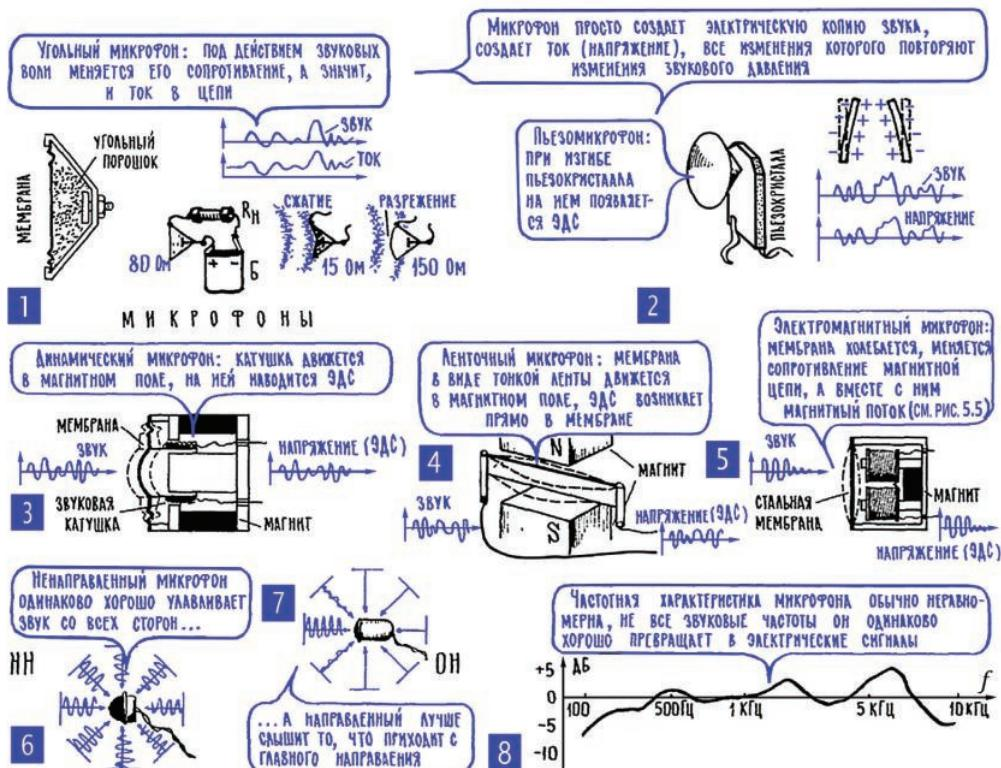

Рис. 8.3. Микрофон
**3. Микрофон создает электрическую копию звукового сигнала.** Самый простой и самый распространенный способ перевода звука на электрический язык – это создание точной электрической копии звукового сигнала, создание такого переменного тока или такого переменного напряжения, которые следовали бы за всеми изменениями звукового давления (рис. 8.3). Такое преобразование как раз и осуществляет микрофон.
Существует несколько разных типов микрофонов, все они решают одну и ту же задачу, но используют при этом разные физические процессы. Основа угольного микрофона (рис. 8.3; 1) – мелкий угольный порошок. Под действием звуковых волн частички порошка то сближаются, то, наоборот, несколько отходят друг от друга. При этом меняется сопротивление порошка и ток в цепи, в которую включен микрофон. Для включения угольного микрофона могут понадобиться источник постоянного тока и элемент, который сможет отделить постоянный ток от переменного, появившегося под действием звуковых колебаний. Роль такого разделителя прекрасно выполняет трансформатор (постоянная составляющая просто не создает напряжения во вторичной обмотке), который одновременно, если нужно, может повысить переменное напряжение.
В пьезоэлектрическом микрофоне под действием звуковых волн несколько деформируется пьезокристалл и создает при этом электрическую копию звука (рис. 8.3; 2). В динамическом микрофоне напряжение наводится на легкой подвижной катушке, которую звуковые волны двигают в магнитном поле (рис. 8.3; 3, гл. 5; 10). В ленточном микрофоне вместо катушки одиночный проводник, тончайшая алюминиевая ленточка (рис. 8.3; 4).
Основа электромагнитного (индукционного) микрофона – магнитная цепь из стали, в которой имеется небольшой воздушный зазор (рис. 8.3; 5). Под действием звуковых волн стальная мембрана колеблется, воздушный зазор меняется, вместе с ним меняется магнитное сопротивление всей магнитной цепи, а значит, и общий магнитный поток (гл. 5; 8, 10). Этот поток пронизывает витки неподвижной катушки, и при изменении магнитного потока в ней наводится ЭДС, создается электрическая копия звука. В конденсаторном микрофоне одна из обкладок подвижна, и под действием звуковых волн она колеблется. При этом емкость конденсатора несколько меняется, повторяя все изменения звукового давления. Конденсатор включен в цепь постоянного тока, и при изменении емкости происходит заряд или разряд конденсатора: если пластины сближаются и емкость растет, то к пластинам движутся дополнительные заряды; если пластины удаляются, то некоторое количество зарядов уходит с них.
Еще одна важная характеристика микрофона – диаграмма направленности (рис. 8.3; 6, 7). В некоторых случаях, например когда микрофон установлен в зрительном зале и собирает «реакцию публики», он должен одинаково хорошо принимать звуки со всех сторон, то есть здесь нужен ненаправленный микрофон. А бывает, что нужно передать только голос певца или оратора, и тогда лучше будет работать однонаправленный микрофон, он, по крайней мере, не будет собирать лишние шумы, которые приходят к нему с разных сторон.
Будет двигаться и создавать звук также мембрана электромагнитного (индукционного) микрофона, если по его катушке пропустить низкочастотный переменный ток. При изменении тока меняется магнитный поток катушки, и мембрana то сильнее, то слабее притягивается к сердечнику электромагнита, совершает колебания (рис. 8.3; 5). Точно так же двигается в поле магнита катушка динамического микрофона – она сама, по сути, представляет собой электромагнит. Магнитное поле катушки, а значит, и
сила ее взаимодействия с внешним постоянным магнитным полем меняется при изменении тока в цепи, заставляя катушку двигаться. Именно электродинамическая система («электро» – это ясно, что такое, «динамо» – значит *движение*) постоянный магнит – подвижная катушка есть основа динамического громкоговорителя (динамика), самого распространенного преобразователя электрических сигналов в звук (рис. 8.3; 4).